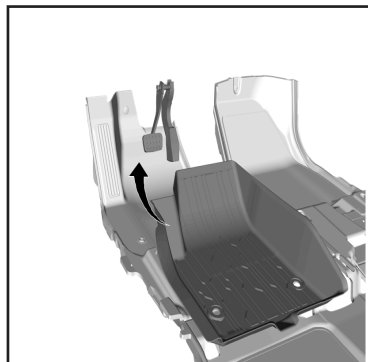

Figura 3
3. Instalar revestimiento de piso. Asegúrese que el revestimiento de piso quede debajo de los pedales de acelerador y freno. **Ver la Figura 3.**